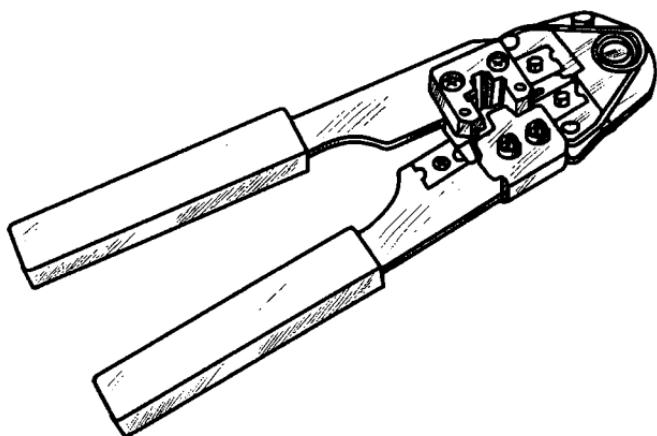

Рис. 37. Обжимные клемши
- обжимные клещи (рис. 37), если предполагается работа с металлопластиковыми трубами;